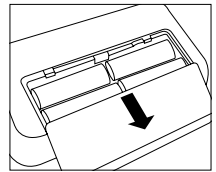

Fig. 1
■ Ouvrez le couvercle du compartiment à piles situé sous l'appareil (voir la fig. 1). Insérez les piles (voir le chapitre 13 « Caractéristiques techniques »). Veillez à faire correspondre les polarités « + » et « - ». Refermez le couvercle du compartiment à piles. L'appareil passe automatiquement à la fonction Date/Heure et dès la première application, le chiffre « 31 » est affiché à l'écran pour le jour, et le chiffre « 12 » pour le mois. La date pré-réglée est par conséquent le 31 décembre. Réglez désormais la date et l'heure tel que décrit ci-dessous.